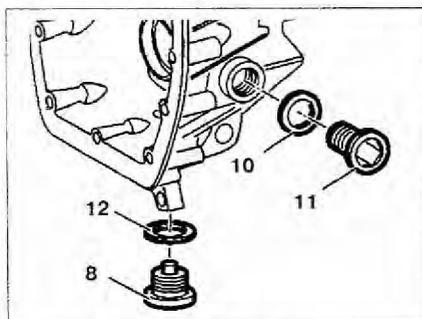

Рис. 4.15. Выкрутите пробки 11 и 8 заправочного и сливного отверстий с сальниками 10 и 12.
4. Выкрутите пробки 11 и 8 заправочного и сливного отверстий с сальниками 10 и 12 (рис. 4.15).